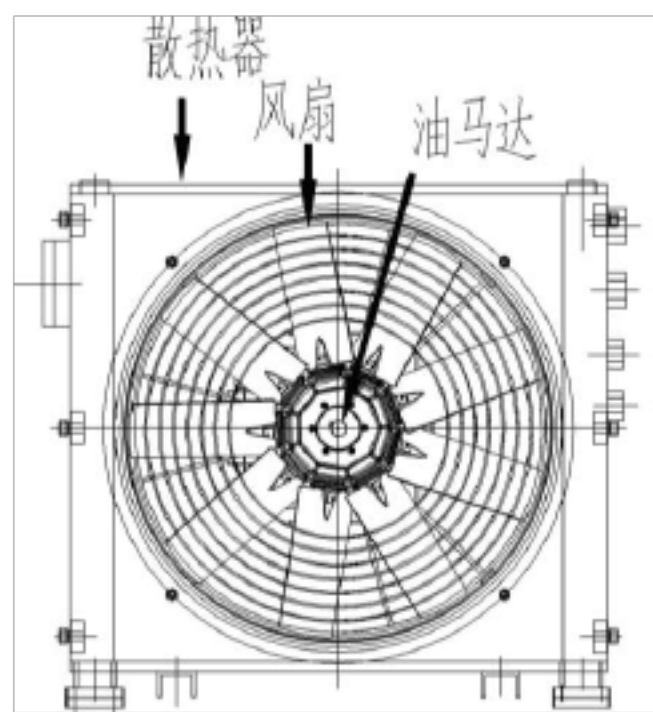

图 1-7 风扇冷却示意图
冷方式需用户特殊定制。本机的风扇冷却示意图见图1-7，但风扇的旋转方向取决于风扇叶片。
(2) 按钮指示灯亮后，再打开钥匙开关（见图 1-7 按钮箱示意图），启动油泵和风机，如为首次使用或重新接线后开机，应判断相序是否正确。如果相序不正确，将无法启动机器。